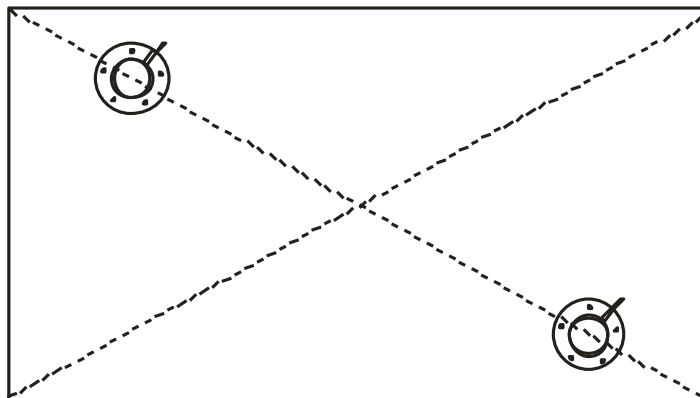

Рис. 12
4) Для повышения точности показаний и уменьшения колебаний показаний уровня возможна установка двух датчиков в один бак. В основном применяется в баках емкостью более 600 литров превышающих длину 1500 мм. Датчики устанавливаются по средней линии на длине $1/3$ бака и $2/3$ бака. См. Рис. 12, 13